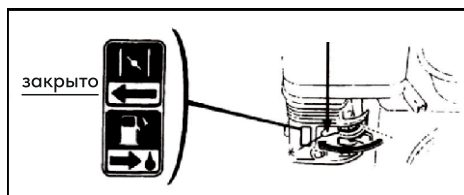

Рис. 6
6.2.2. Переведите рычаг управления воздушной заслонкой в положение "CLOSE"- закрыто (рис.6).